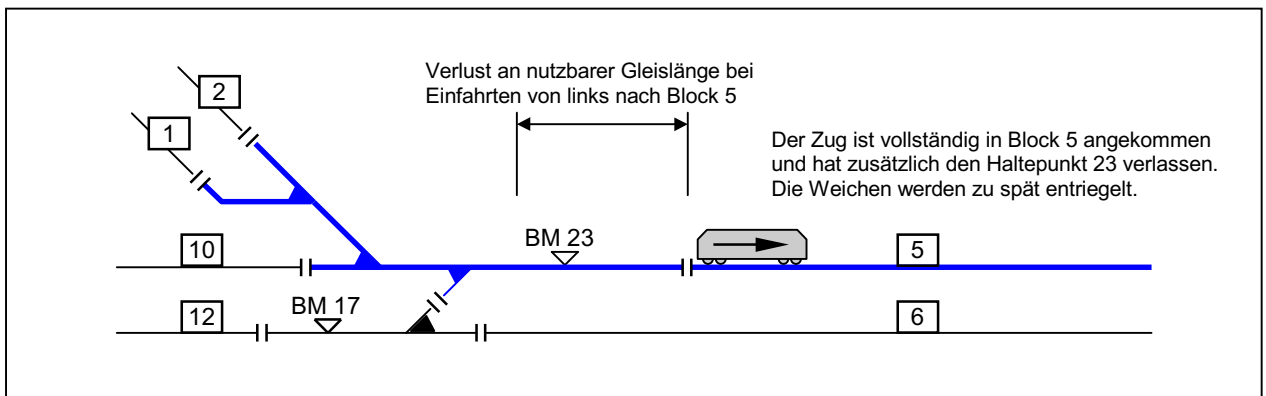

Bild 13.3 Behelfslösung mit Haltepunkt-Belegmelder und Verlust an nutzbarer Gleislänge
2. Der Weichenbereich gehört zu einem bereits vorhandenen benachbarten Belegtmelder. Im Bild 13.3 erfüllt z.B. der als Haltepunkt eingerichtete Belegtmelder 23 des Blocks 5 diese Funktion.
Die **Lösung nach Punkt 2** (vgl. Bild 13.3) kostet zwar nichts, hat aber den betrieblichen Nachteil, dass die nutzbare Gleislänge bei von links kommenden Einfahrten nach Block 5 um die Länge des Haltepunkts (BM 23) geringer wird. Dadurch geht etwas an nutzbarer Abstelllänge verloren.
Im Bild 13.4 ist als Beispiel das ausgefüllte Fahrstraßenformular für die Lösung 2 nach Bild 13.3 mit dem Eintrag des Belegtmelders 23 wiedergegeben. Das zweite Belegtmelder-Eingabefeld sowie die Belegtmelder BM1 und BM2 werden hier nicht benötigt und sind daher freigelassen.
Bei der Fahrstraße von Block 12 nach 5 (Bild 13.3) werden beide 'Frei'-Belegtmelder gebraucht. Hier liegt die oben für den Block 5 beschriebene Situation ebenfalls vor, wenn von Block 5 nach Block 12 gefahren wird. Auch hier wird beim Einfahren nach Block 12 eine Weiche überquert und die benutzte Fahrstraße kann erst wieder entriegelt werden, wenn der in Block 12 angekommene Zug die Weiche verlassen hat.